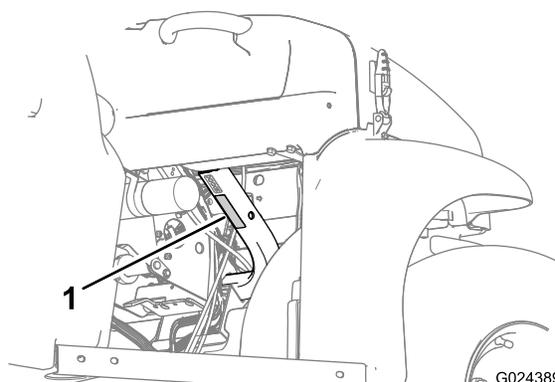

Figura 19
- Respeite a capacidade de peso da máquina e o limite de peso da carga que transporta na caixa de carga, conforme descrito em Especificações \(página 17\) e no autocolante do peso bruto da máquina (Figura 19).